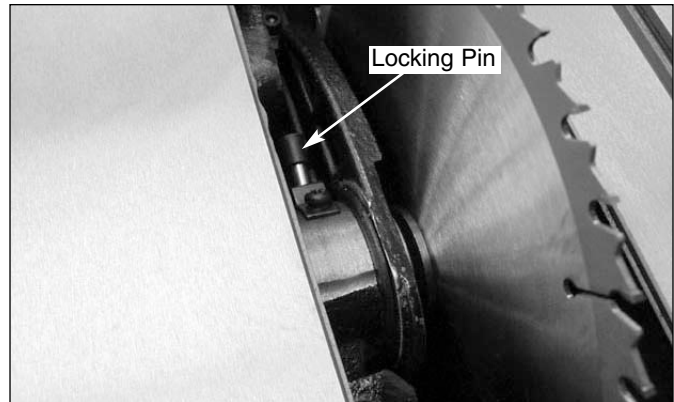

Figura 53 - El Pasador de Fijación Engancha en el Árbol para Fijarse en Posición
- Oprima el pasador de fijación (véase la Figura 53) y gire lentamente la hoja hacia usted hasta que el pasador enganche en el árbol. Mantenga el árbol fijo.